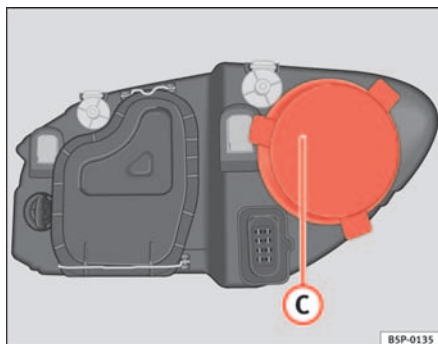

Abb. 177 Fernlicht
- Den Deckel ⇒ Abb. 177 C abziehen.